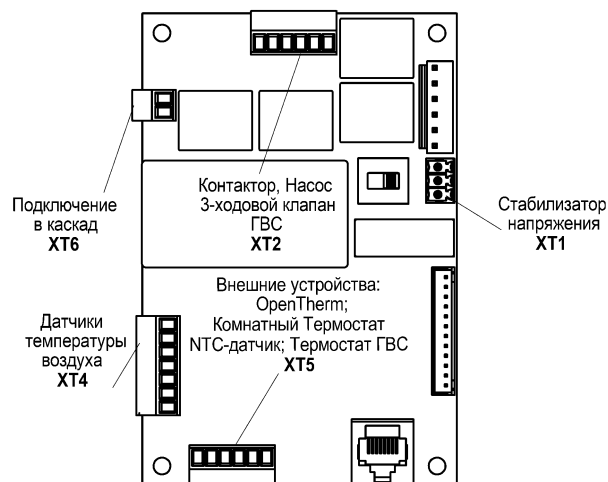

Рисунок 8. Основные разъёмы платы контроллера
6.4.1 Местоположение платы контроллера показано на рис.2а, поз.11. Назначение основных разъёмов платы контроллера для подключения внешних устройств показано на рис. 8. Подробные схемы подключения внешних устройств приведены в **Приложении В**.